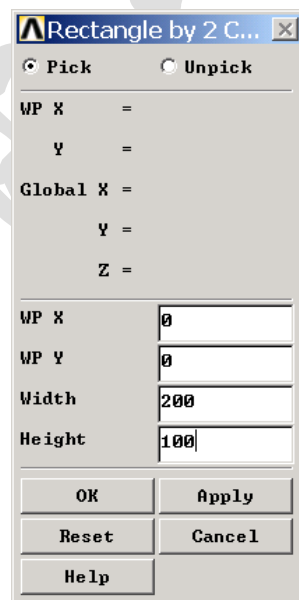

图1.30 创建矩形对话框
(1) 在 ANSYS 的主界面，单击 Main Menu>Preprocessor>Modeling>Create>Areas>Rectangle>By 2 Corners 菜单，弹出如图 1.30 所示的对话框。